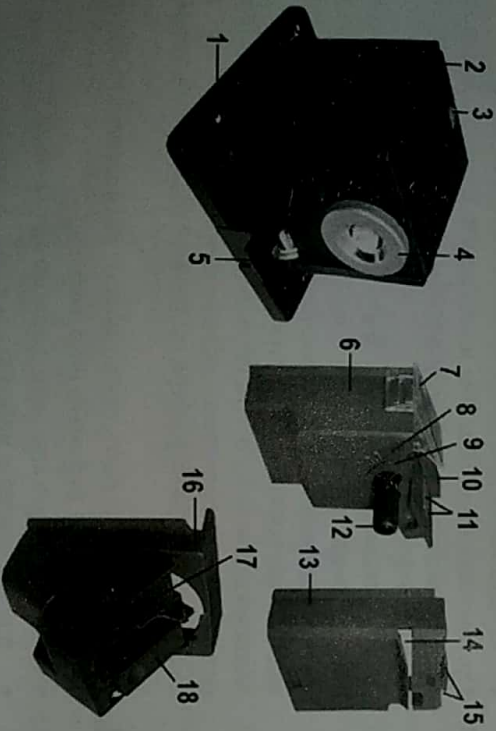

Рис. 1.
Общий вид машины с насадками показан на Рис. 1.
Установите в специальные направляющие блок с эл. двигателем насадку для заточки стамесок и зубил до шелчка фиксатора поз. 5 (рис. 1).
**Внимание!** При заточке инструмента, не держите его над заточным кругом в одном положении, это может привести к его повреждению. При заточке узких лезвий, стамесок или зубил пользуйтесь специальным упором поз. 10 (рис. 1).
Подключите машину к питающей сети штепсельной вилкой и включите ее, нажав на край курка выключателя поз. 3 (рис. 1), обозначенный символом «I».
Снимите с насадки держатель поз. 18 (рис. 1), вставьте в него сверло и вращением колеса зафиксируйте его положение так, чтобы сверло еще могло перемещаться.
Поместите держатель со сверлом в центральное отверстие насадки. Подключите машину к питающей сети штепсельной вилкой и включите ее, нажав на край курка выключателя поз. 3 (рис. 1), обозначенный символом «I».